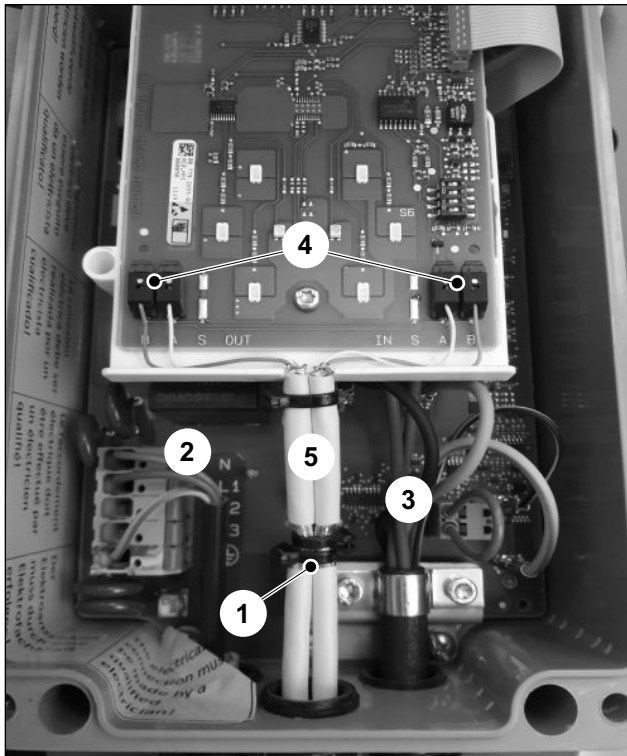

Abb. 5 Kabeleinführung bei Line-Verdrahtung
Zu allen anderen Wallboxen sind jeweils zwei Busleitungen geführt (Abb. 5).
Die Einzeladern der Spannungsversorgung (Abb. 5/2) und des Ladekabels (Abb. 5/3) müssen in größtmöglichen Abstand zu den Busleitungen verlegt sein.
3. Befestigen Sie die freigelegten Schirme mit Hilfe von einem oder zwei Kabelbinder/n an der Schirmauflage (Abb. 5/1).
4. Isolieren Sie jeweils zwei Einzeladern ca. 8 mm ab und schließen diese an den entsprechenden Klemmen (Abb. 5/4) an.
Die Busleitungen müssen zwischen Schirmauflage und Anschlussplatine (Abb. 5/5) ummantelt ausgeführt sein.